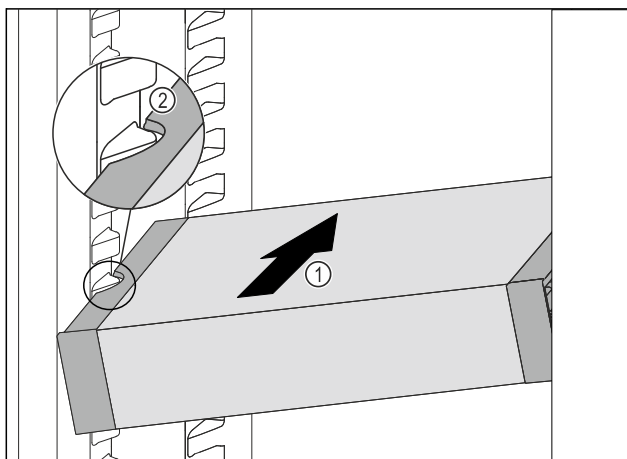

Fig. 89
- ▶ 将 VarioSafe 斜插入冷藏区中 Fig. 89 (1)，直至 VarioSafe 的侧部凹槽 Fig. 89 (2) 与冷藏区中的容器肋梁持平。